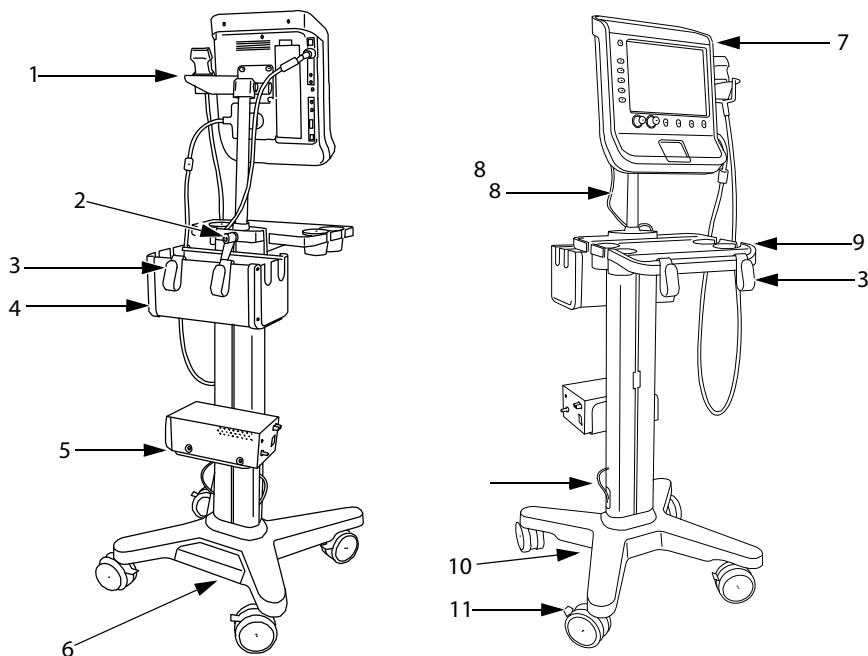

Abbildung 1 V-Universal-Stativ: Front- und Rückansicht (abgebildet mit S Series-Ultraschallsystem und optionalem Drucker, Korb und Kassette)
- ❖ Schließen Sie folgende Kabel an. Siehe **Abbildung 1** auf Seite 3.